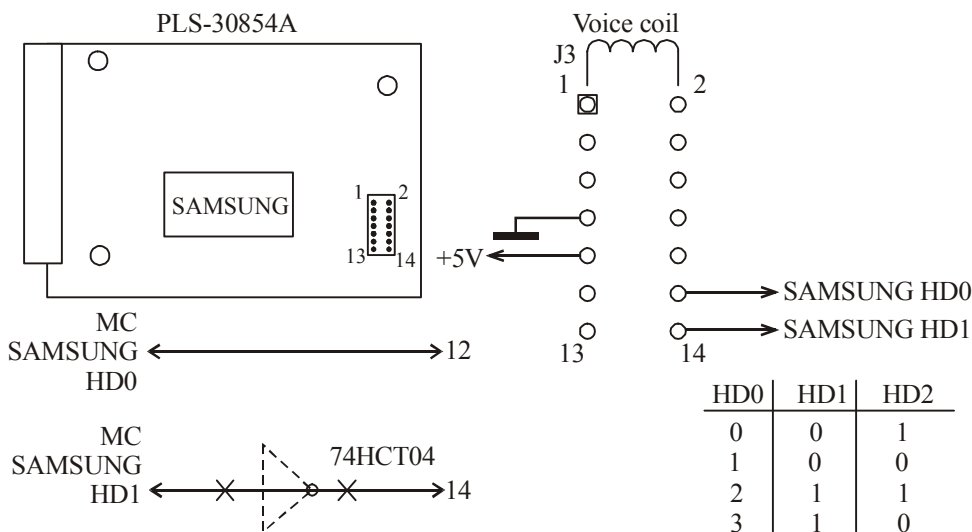

Рис.7.1. Схема включения инвертора для выбора магнитных поверхностей.
Возможна ситуация, когда при инициализации накопитель в готовность не выходит, а светодиод выбора накопителя постоянно горит, причем установка переключки «Dxx» не помогает. Это связано с разрушенным форматом технологических таблиц или обрывом одной из магнитных головок. Для вывода накопителя из такого «подвисшего» состояния необходимо проинициализировать его по другим магнитным поверхностям. Для этого необходимо проинвертировать линию HD1 выбора магнитных поверхностей (см. рис.7.1.). Алгоритм действий следующий:
- включить инвертор в схему, как показано на рис.7.1;